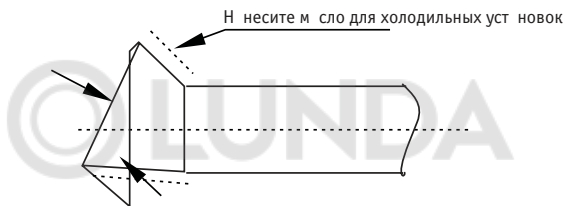

Рис. 6.3
- Перед установкой конусной гайки на конус трубы нанесите на конусный конец трубы (внутри и снаружи) масло для холодильных установок, и верните конусную гайку рукой три-четыре оборота, прежде чем затянуть гайку. См. рисунок 6.3.